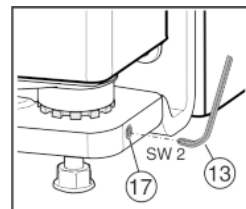

Fig. 17
- ▶ Nastavovaciu skrutku so zárezom Fig. 17 (17) trochu vyskrutkujte (maximálne jednu otáčku!).
- ▶ Nastavovaciu skrutku so zárezom Fig. 17 (17) opäť utiahnite, aby ste zaфикovali ložiskový čap.